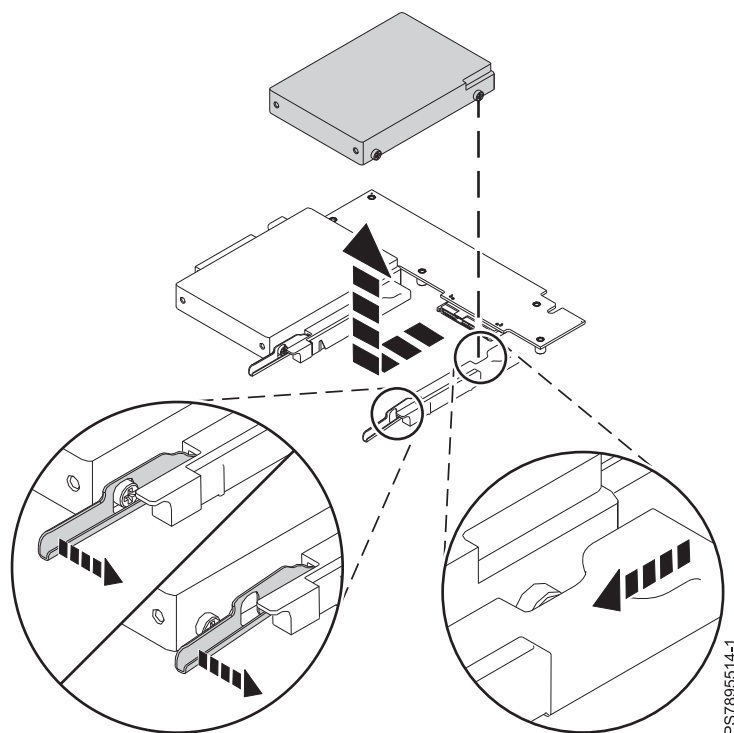

図 8. ハード・ディスクの取り外し
- a. 37 ページの図 8 の説明に従って、青色のリリース・レバーをドライブ・トレイの前方に移動して保持します。